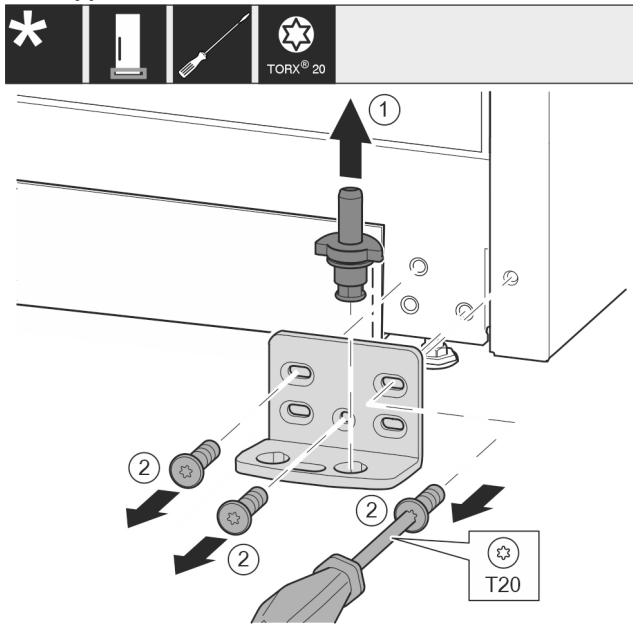

Fig. 12
- ▶ Trekk lagerbolten komplett opp og av. Fig. 12 (1)
- ▶ Skru ut skruene med skrutrekker T20, og ta av lagerbukken. Fig. 12 (2)